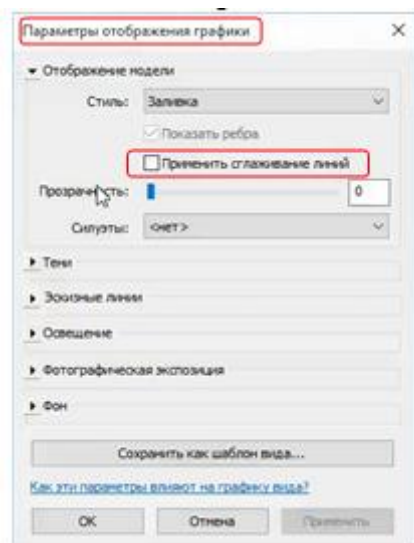

Рисунок 3.27
- Если на экране есть скривление линий, то в **Параметрах отображения графики** поставить галочку напротив *Применить сглаживание линий* – рисунок 3.27; линии становятся ровнее, но повышается нагрузка на компьютер.